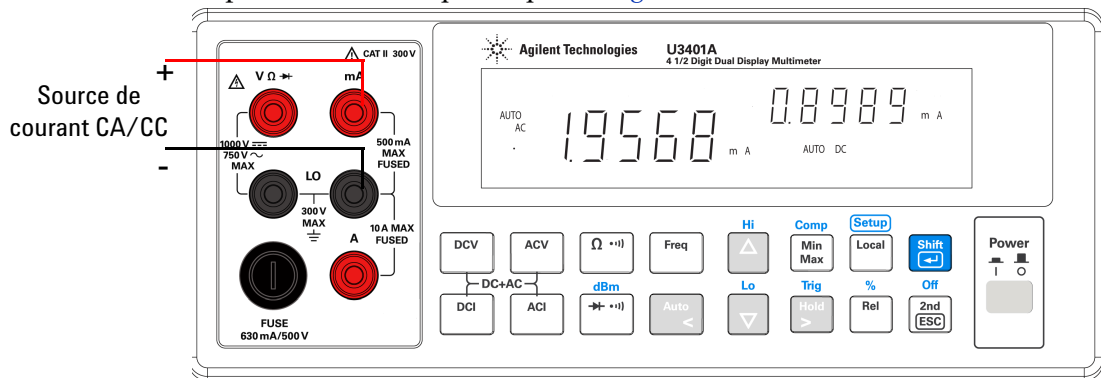

Figure 3-2 Borne de connexion en utilisant une intensité CC et une ondulation CA
- 1 Connectez les cordons de test rouge et noir à la borne d'entrée et sondez les points de test tel qu'indiqué en Figure 3-2.